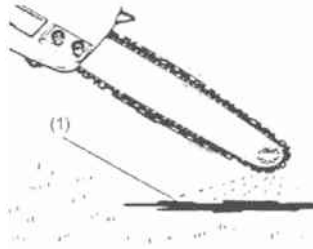

Рис. 8
После запуска двигателя, запустите цепь на средней скорости и посмотрите, чтобы цепное масло (1) расплылось так, как показано на рис. 8.